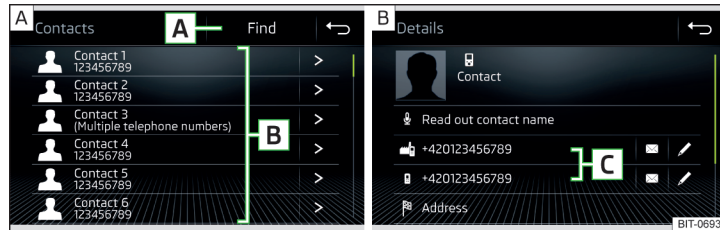

Abb. 210 Liste der Telefonkontakte / Kontaktdetails
► Im Hauptmenü *Telefon* die Funktionsfläche  antippen, es wird eine Liste der Telefonkontakte angezeigt » Abb. 210-A.